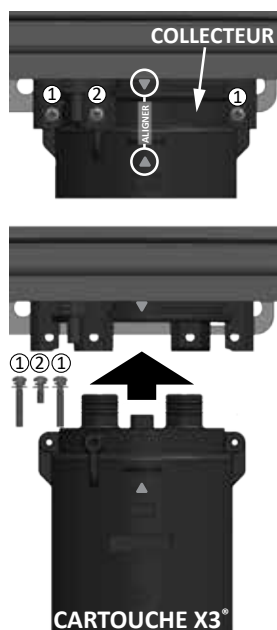

Figure 34 - Pose de la cartouche X3®
AVIS : La cartouche X3® est clavetée pour s'installer dans un seul sens. Aligner la ▲ sur la cartouche avec la ▼ sur le collecteur. Lors de l'insertion de la cartouche, la pousser vers le haut jusqu'à ce que les trous taraudés soient alignés. Une certaine résistance est normale. Voir Figure 34.
- 4** Retirer les deux vis longues et la vis courte qui fixent la cartouche X3® au collecteur situé sur le dessous de l'enceinte du chauffe-eau. Les mettre de côté dans un endroit sûr pour les réutiliser plus tard. Placer un seau sous l'enceinte du chauffe-eau pour recueillir l'eau résiduelle. Noter l'ordre de retrait des vis. Voir Figure 34.